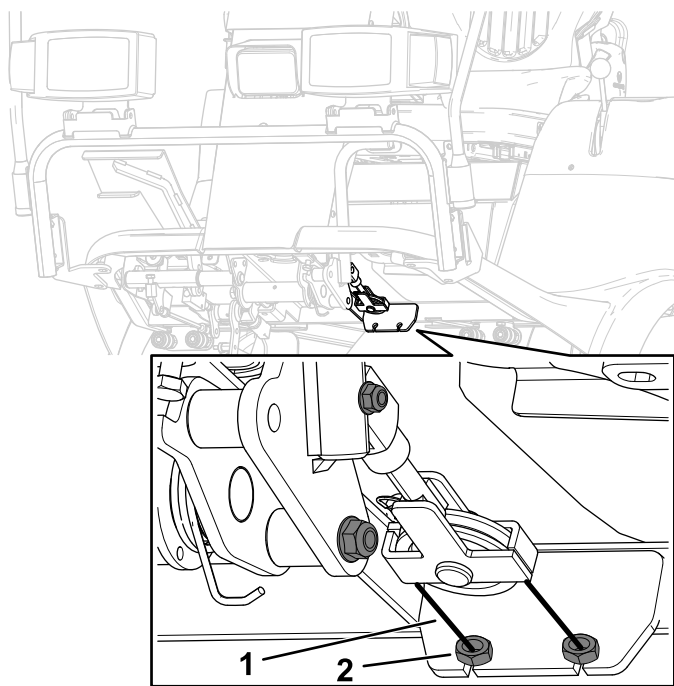

Figura 87
3. Se for necessário um ajuste, desaperte as porcas de retenção frontal e traseira em cada lado dos cabos do travão (Figura 87).